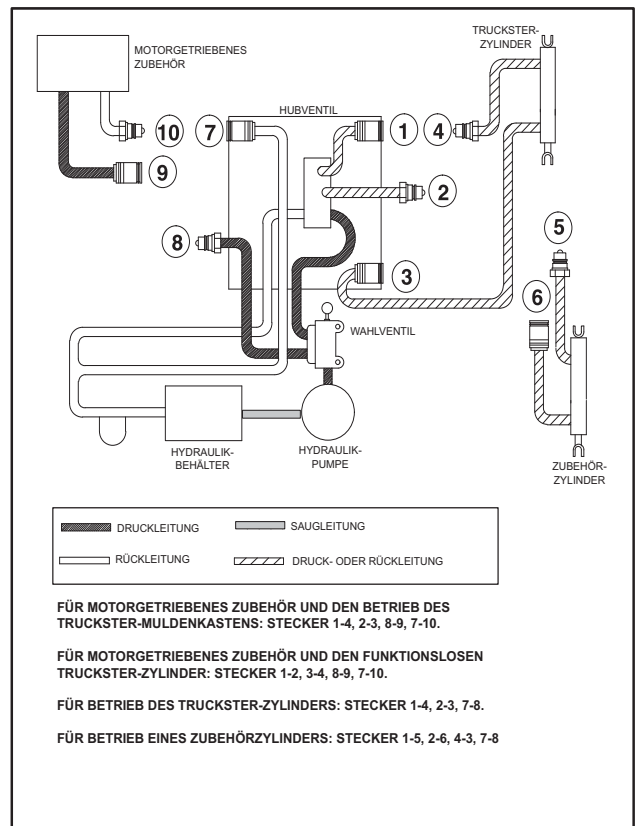

Abbildung 51
4. Setzen Sie die männliche Schnellverbindung auf dem Schlauch von der Unterseite des Transportbandmotors auf den Anschluss an der Unterseite des Hebemotors. Dadurch wird ein geschlossener Kreislauf beim Transportbandmotor geschaffen (siehe Abb. 51).